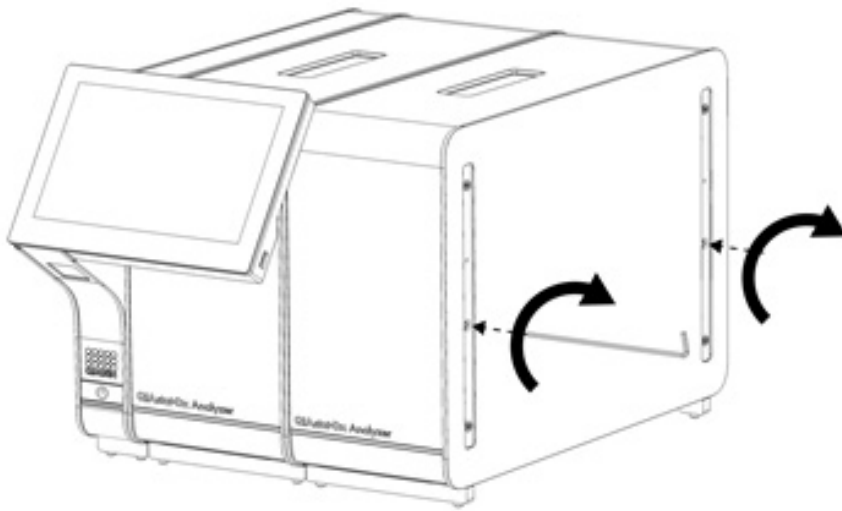

Рис. 16. Вирівнювання та приєднання додаткового аналітичного модуля.
4. Установіть додатковий аналітичний модуль на одному рівні з наявним аналітичним модулем. Закрутіть гвинти за допомогою монтажного інструмента для операційного й аналітичного модулів, що постачається в комплекті з аналізатором КВІАстат-ДКс (QIAstat-Dx) 1.0 (рис. 16).